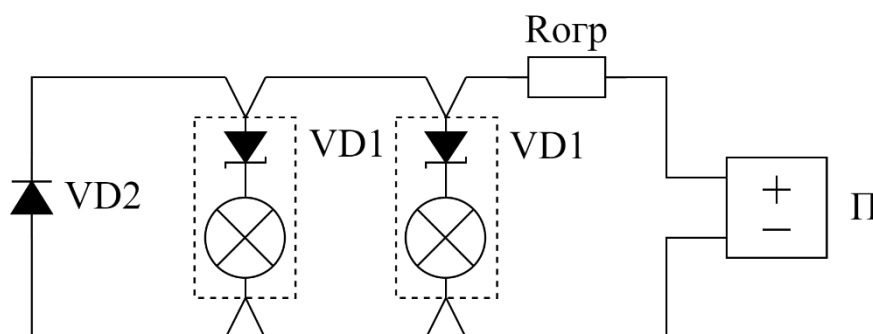

Рис. 17
- Схема подключения **выходов 30/С0** представлена на рис. 17.